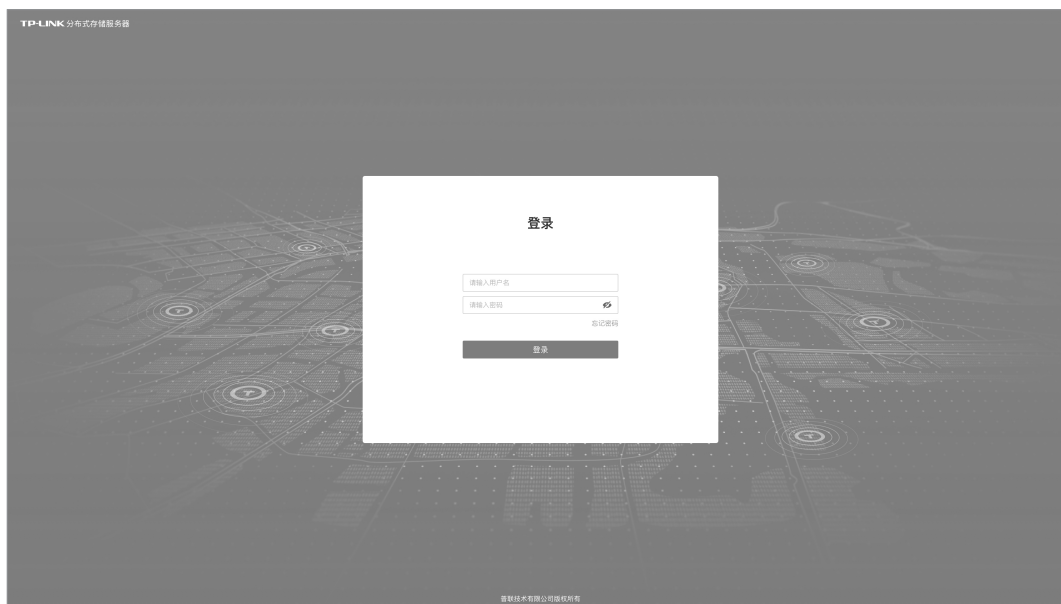

图5-2 登录界面
2. 成功跳转VCS的Web登录界面，输入用户名并确认密码后点击登录，如图5-2。